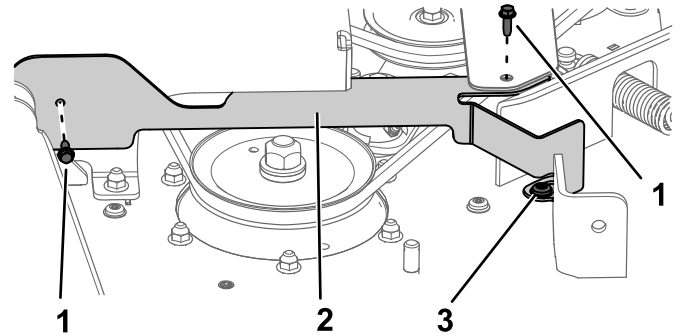

Figure 32
2. Sur le côté droit de la machine, retirez les boulons à rondelle ($\frac{1}{4}$ " x $\frac{3}{4}$ "") et desserrez le boulon à épaulement (Figure 32). Déposez la protection.